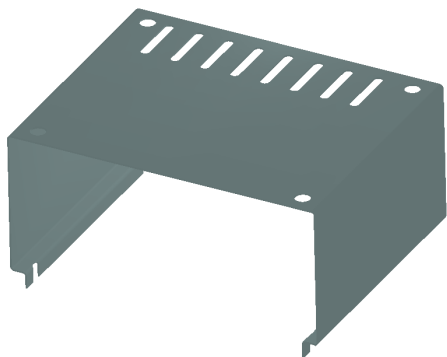

图 13-45 更改零件颜色效果
(2) 单击【确定】按钮, 即可更改零件颜色, 并以上色样式显示模型, 效果如图 13-45 所示。